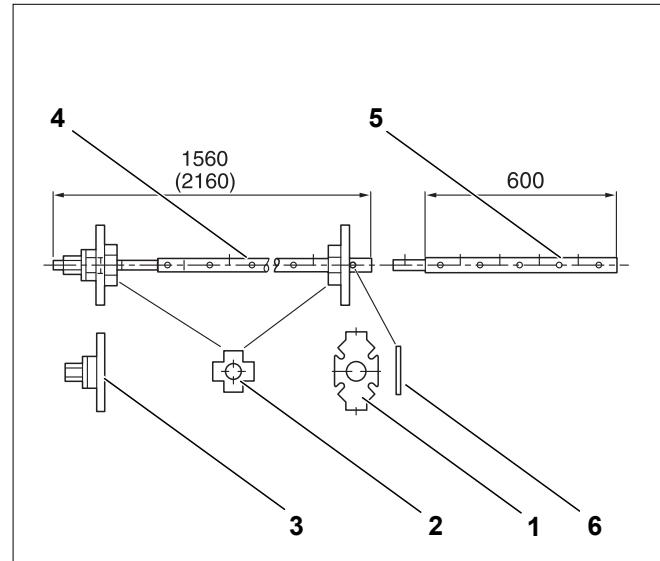
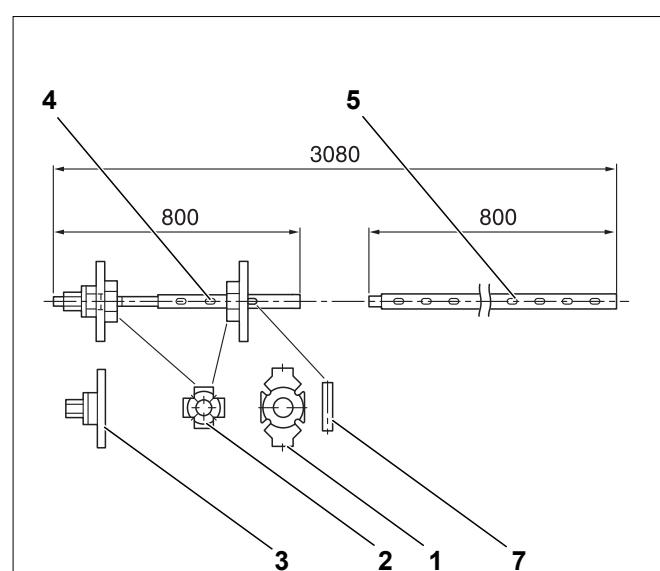
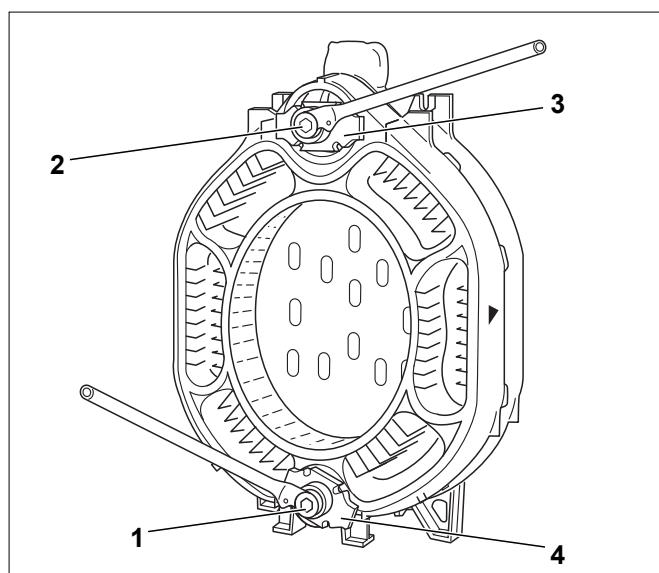

Рис. 1 Стяжной инструмент, размер 2.2
Рис. 2 Стяжной инструмент, размер 2.3
Рис. 14 Применение стяжного инструмента
- Стяжной инструмент 2.2 (рис.1) **или** 2.3 (рис.2)
Экспликация для (рис.1) и (рис.2):
Далее нужно стянуть собранную часть котла стяжным инструментом (рис. 14).
Можно применять стяжные инструменты только размера 2.2 или 2.3 (рис. 1 или рис. 2 и ёёл. 14, [1] и [2]).
- ▶ Наденьте стяжные гайки (рис. 14, [3] и [4]) на штанги (рис. 1 или рис. 2, [4]).